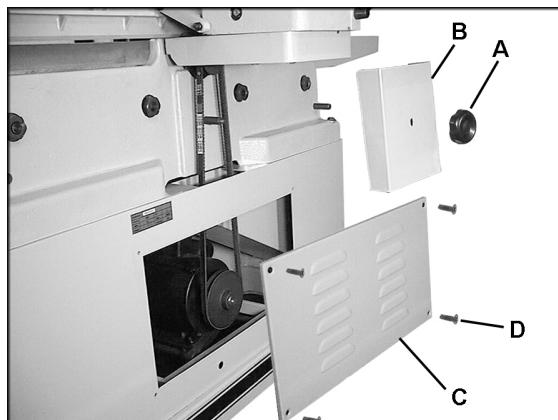

Рис. 11
1. Открутите ручку (A, Рис. 11) и снимите защитное ограждение ремня (B, Рис. 11).
2. Снимите заднюю панель (C, Рис. 11), открутив 4 винта с плоской головкой (D, Рис. 11) с помощью крестовой отвертки.
2. Снимите заднюю панель (C, Рис. 11), открутив 4 винта с плоской головкой с помощью крестовой отвертки.
5. Установите на место заднюю панель и защитное ограждение ремня (Рис. 11).